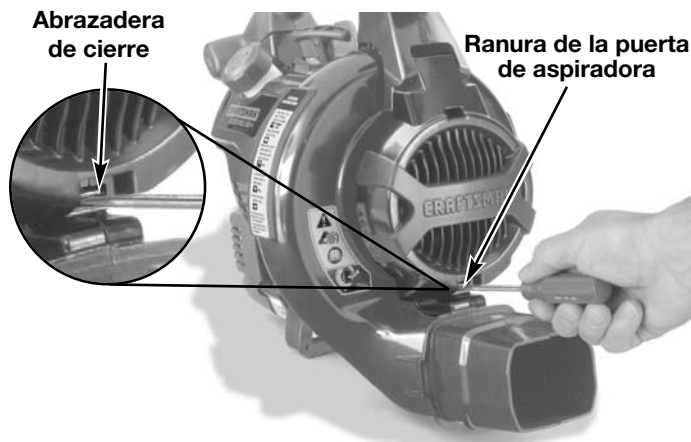

Fig. 3
3. Voltee la unidad de modo que quede erecta en la tapa del silenciador. La parte delantera de la unidad y la puerta de la aspiradora deben darle el frente a usted (Fig. 3).
4. Inserte un destornillador de cabeza plana en la ranura en el extremo inferior de la puerta de la aspiradora. Establezca contacto con la abrazadera de cierre de la puerta de aspiradora y empuje hacia adentro y arriba (Fig. 3). Después tire de la puerta de la aspiradora y manténgala abierta.